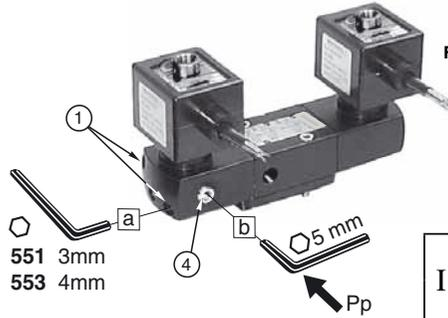

Fig. A2
- Configure the pilot operator side as indicated opposite for the monostable version (fig. A2).
- Configure the return operator side as follows: unscrew the two end cover screws (1) with a 3 mm hex key (551) or 4 mm hex key (553) (fig. A2).
- 551 - Flip selector seal (2) and position it so that blank position (3) is orientated as shown in fig. C
- Adaptation du coté commande : identique à la version monostable décrite ci-contre (fig.A2)
- Adaptation du coté rappel : desserrer les deux vis (1) de l'embout avec une clé 6 pans de 3 mm (551) ou de 4 mm (553) (fig.A2)
- 551- Retourner le joint de sélection (2) et le positionner en respectant la position de l'oreillette obturée (3) voir fig.C
2. Anpassung auf der Ansteuerseite: wie bei der nebenstehend beschriebenen monostabilen Ausführung (**Abb. A2**).
3. Anpassung auf der Rückstellseite: Lösen Sie die beiden Schrauben (1) an der Endplatte mit einem Sechskantschlüssel SW 3 mm (551) oder 4 mm (553) (**Abb. A2**).
4. **551** - Drehen Sie die Wechseldichtung (2) um und positionieren Sie sie unter Beachtung der mit einer Lasche abzudeckenden Öffnung (3) wie in **Abb. C** angegeben.